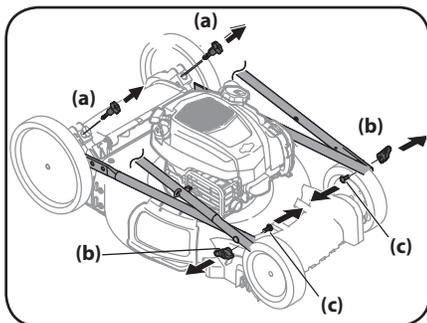

Figure 2-1
2. Retirez les boulons à oreilles (a) des supports du guidon. Voir Figure 2-1.
3. Retirez les écrous papillon (a) et les boulons de carrosserie (b) de la poignée. Voir Figure 2-1. Ne desserrez pas et ne retirez pas les autres boulons qui se trouvent à proximité.